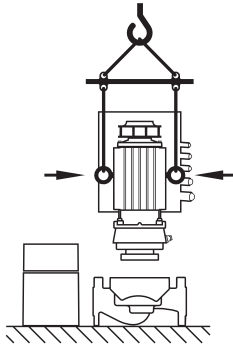

Fig. 9: Transport motora
- Ako je potrebno, n pr. u slučaju popravke, transportne ušice se mogu pomeriti sa prirubnice motora na kućište motora (vidi npr. Fig. 9). Pre montaže transportnih ušica na kućište motora potrebno je odvrteti odstojnike iz otvora za transportne ušice (Fig. 7, poz. 20b) (vidi poglavlje 10.2.1 „Zamena mehaničkog zaptivača“ na strani 48).
- Ako su transportne ušice premeštene ili treba da se premeste sa prirubnice motora i montiraju na kućište motora, onda smeju da se koriste isključivo za nošenje, odnosno transport utičnog sklopa (Fig. 9), ali ne i za transport cele pumpe, niti za odvajanje utičnog sklopa iz kućišta pumpe.